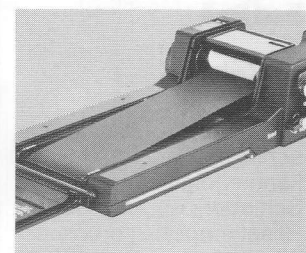

Fig. 7
3.5. Papiervorspann in Aufwickelspule (2) einfädeln. Resetknopf (22) drücken. Papiervorspann mit Transporthebel (14) locker aufwickeln (Fig.7). Film darf nur **leicht** gespannt sein!
3.5. Thread the backing paper into the take-up spool slit (2). Press the reset button (22). Operate the transport lever (14) to wind-up the backing paper moderately (fig. 7). The film should be stretched only **gently!**
3.5. Introduire l'amorce en papier dans la bobine d'enroulement (2). Appuyer sur le bouton de remise à zéro (22). Enrouler au moyen du levier d'avancement du film (14) (fig. 7). L'amorce ne doit être que **légèrement** tendue!